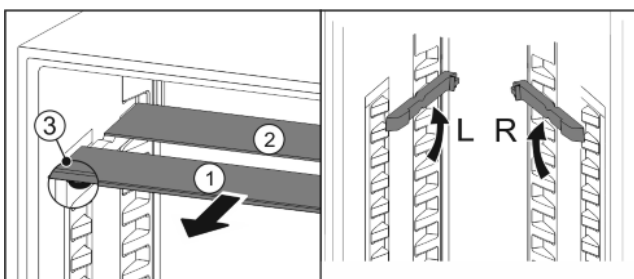

Fig. 19
- estrarre i ripiani di vetro singolarmente tirando in avanti Fig. 19 (1).
- ▷ Il ripiano di vetro Fig. 19 (1) con i fermi appoggia anteriormente.
- ▷ I fermi sono rivolti verso il basso Fig. 19 (3).